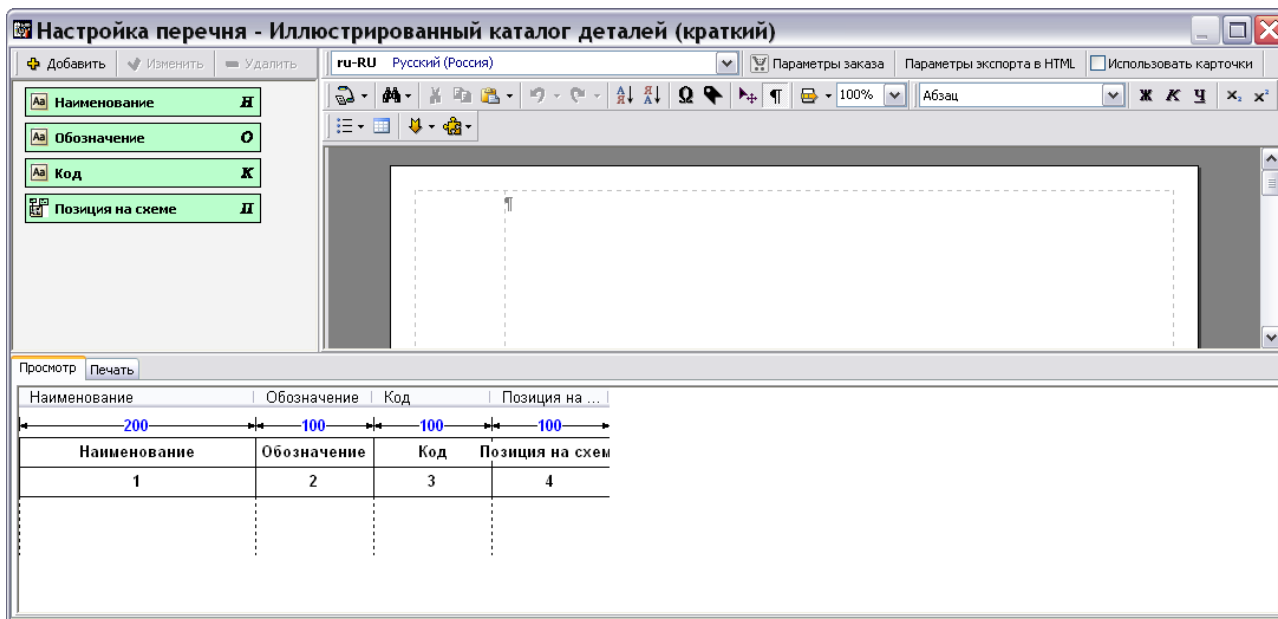

Рис. 3.15
5. Нажмите на кнопку . Если при создании проекта не заданы языки, то редактирование шаблона электронного каталога невозможно. При нажатии на кнопку **Применить** появится предупреждение об этом. Если языки проекта указаны, то созданный шаблон документа появится в списке шаблонов в окне **Шаблоны документов** и сразу откроется для редактирования (Рис. 3.15).
В редакторе шаблона каталога автоматически создаются четыре обязательных атрибута электронного каталога (Рис. 3.15):
1. В окне **Настройка перечня** выделите атрибут **Наименование** (Рис. 3.15).